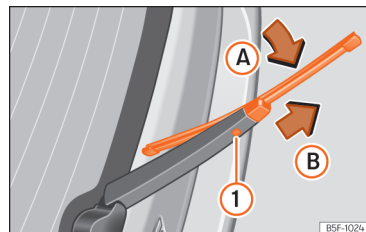

Fig. 192 Substituição da escova do limpa-vidros traseiro.
- Rode ligeiramente a escova » » » Fig. 192 (seta A).
- Mantenha pressionado o botão de desbloqueio ① puxando pela escova no sentido da seta ②.
- Introduza uma escova nova no braço limpa para-brisas **com o mesmo comprimento e características**, no sentido contrário à seta ② até que encaixe o botão ①.